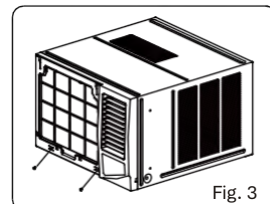

Fig. 3
1. Remova os dois parafusos na parte inferior da armação (ver Fig. 3).